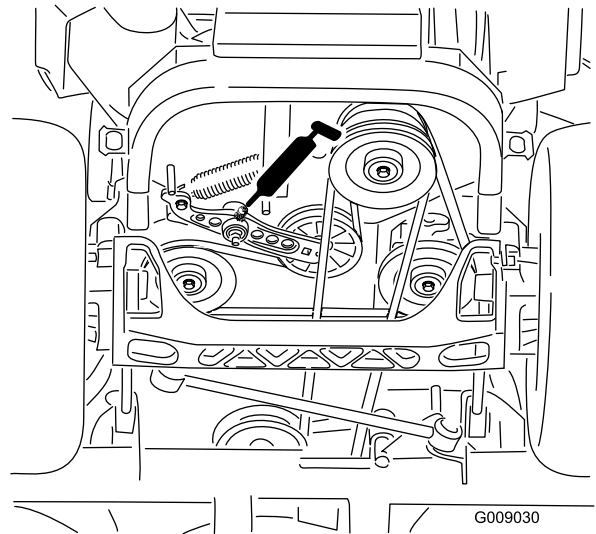

Figura 49
6. Lubrificare il braccio di rinvio della cinghia di trasmissione (**Figura 49**).